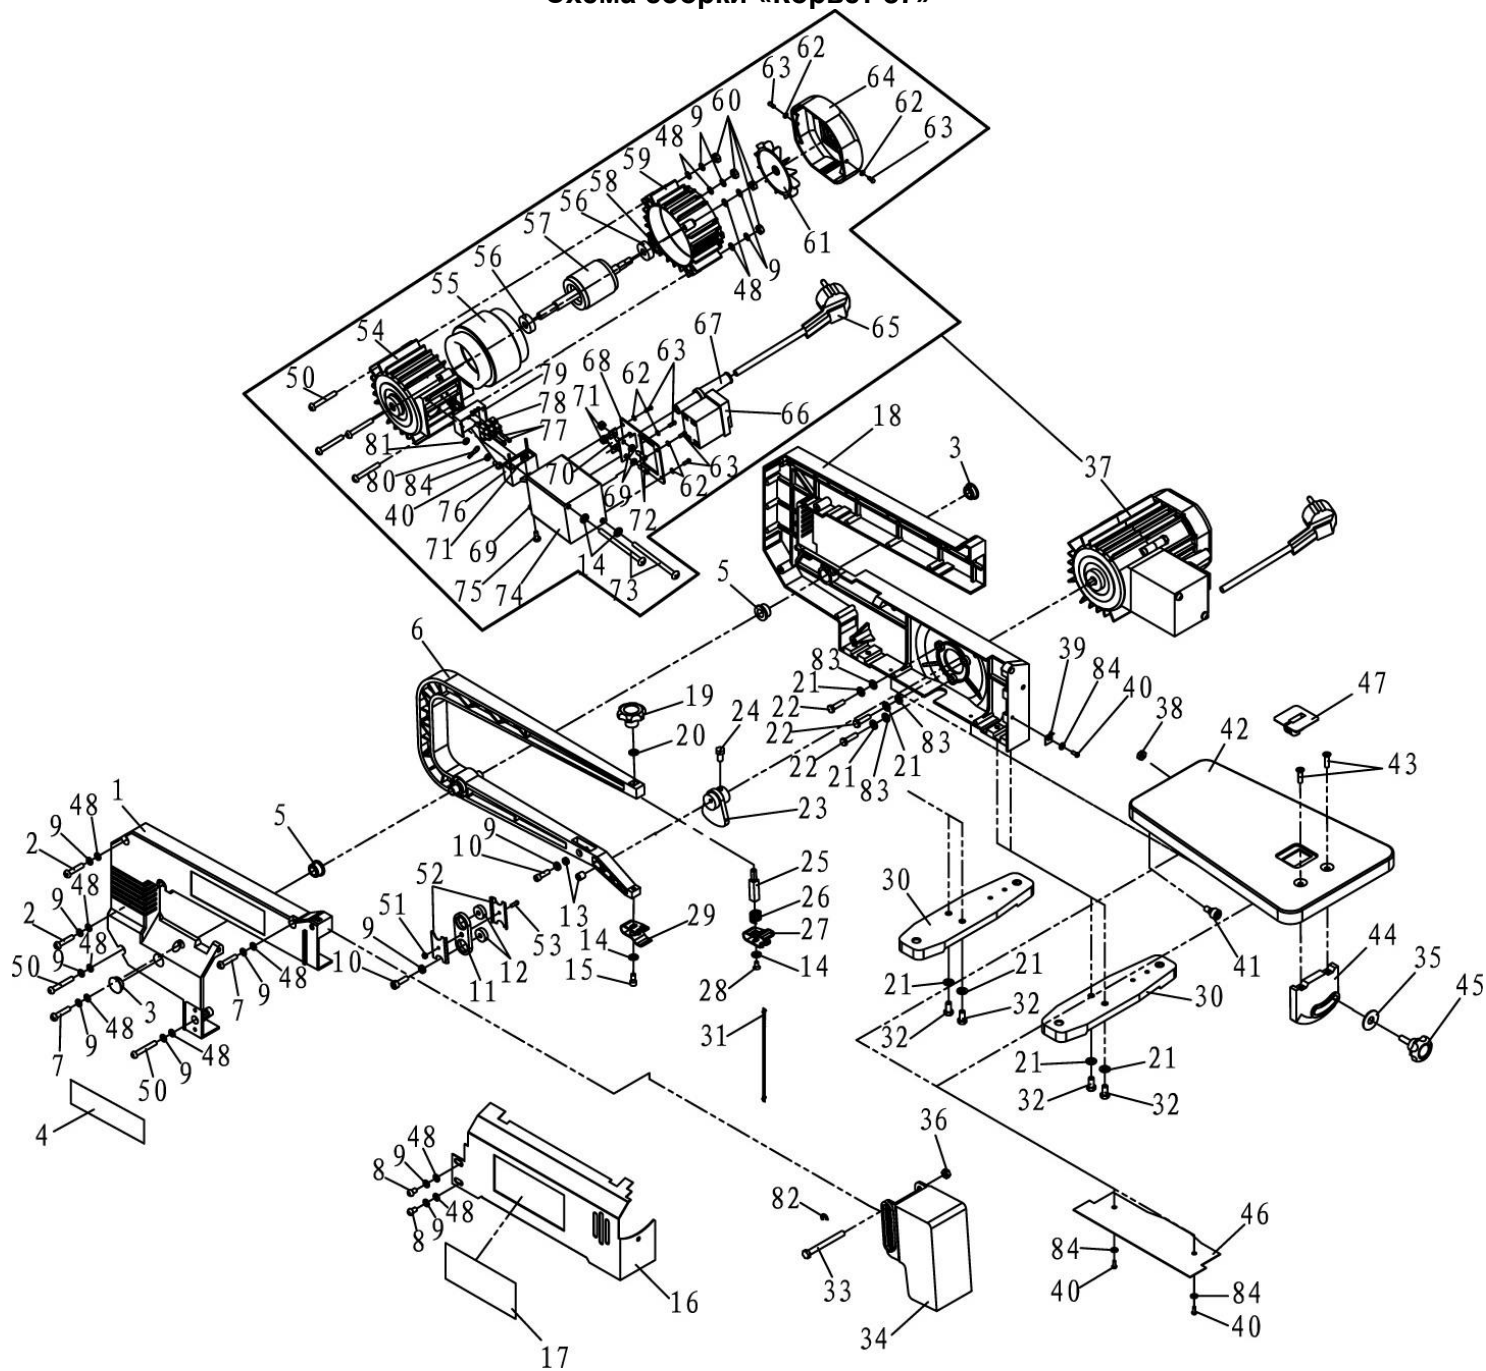

Рис. 1
11.1.6. Нажмите на зеленую кнопку сетевого выключателя (4) лобзика, Рис.1.
11.2.8. Придерживая заготовку на рабочем столе, нажмите на зеленую кнопку сетевого выключателя (4) лобзика, Рис.1.
11.2.10. По окончании работы нажмите на красную кнопку сетевого выключателя (4) лобзика, Рис.1. Отсоедините вилку шнура питания от розетки электросети.
### Детали сборки «Корвет 87» (Рис. 1)